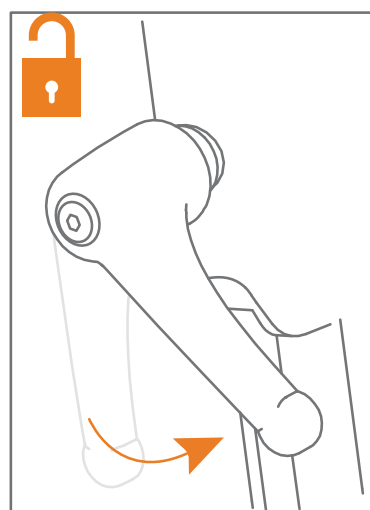
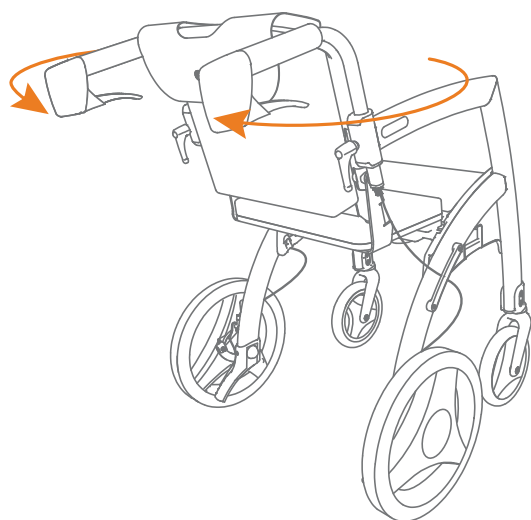
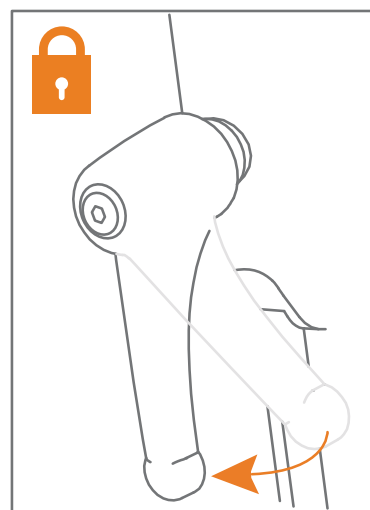

Figure 36: Relâcher la manette de réglage.
Figure 37: Tourner les poignées.
Figure 38: Serrer la manette de réglage.
- Tournez les manettes des poignées du déambulateur en sens contraire des aiguilles d'une montre **(Figure 36)** et tournez les poignées vers l'arrière **(Figure 37)**. Ajustez les poignées à bonne hauteur pour la personne qui va pousser la chaise roulante et fixez les poignées en vissant les manettes de fixation dans le sens des aiguilles d'une montre **(Figure 38)**. Voir également: **Réglage de la hauteur**.